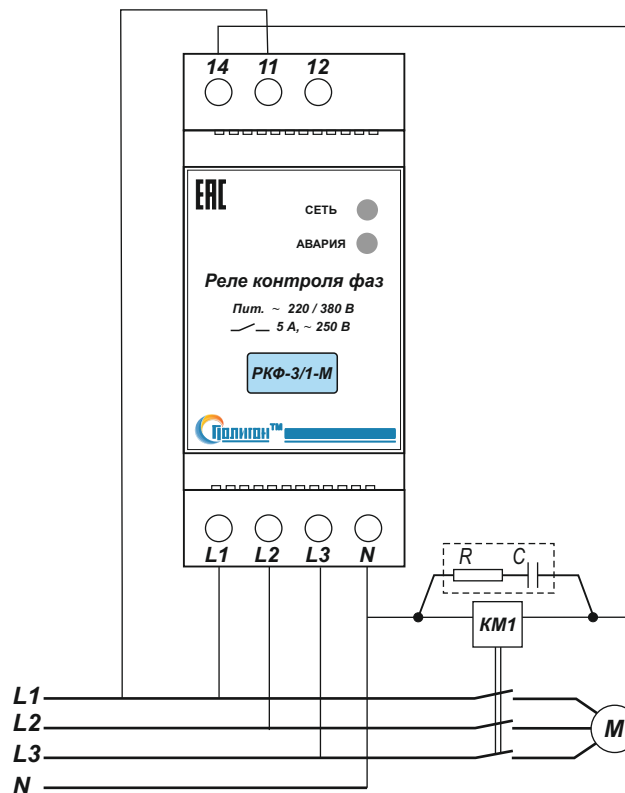

Рис. 1. Типовая схема подключения реле РКФ-3/1-М. Рекомендуется включать параллельно катушке пускателя искрогасящую цепочку R – 51 Ом 1Вт, C – 0,1 мкФ 630 В.
4.3. Произвести подключение входной контролируемой сети, цепей управления и сигнализации согласно маркировке (рис.1): L1, L2, L3 - фазы; N - нейтраль; 12-11-14 (NC-COM-NO) — переключающий контакт реле.